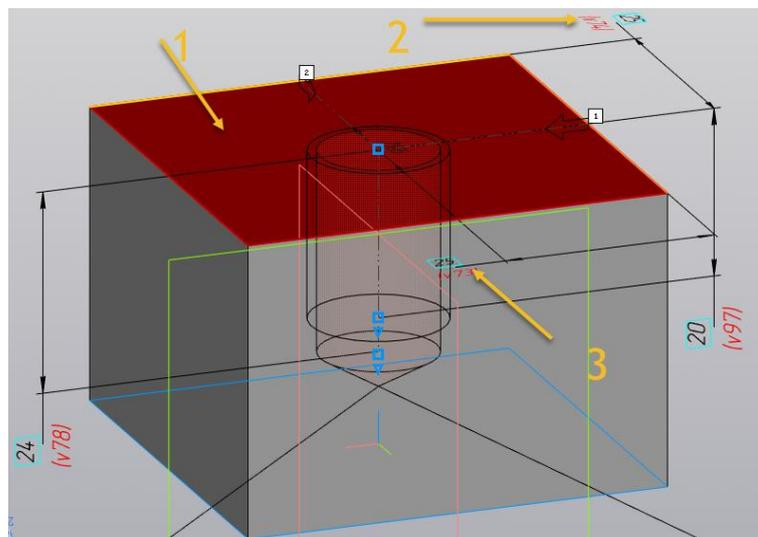

Рис. 8. Выбор грани для размещения отверстия
Укажите верхнюю грань для размещения отверстия (1) (рис. 8).